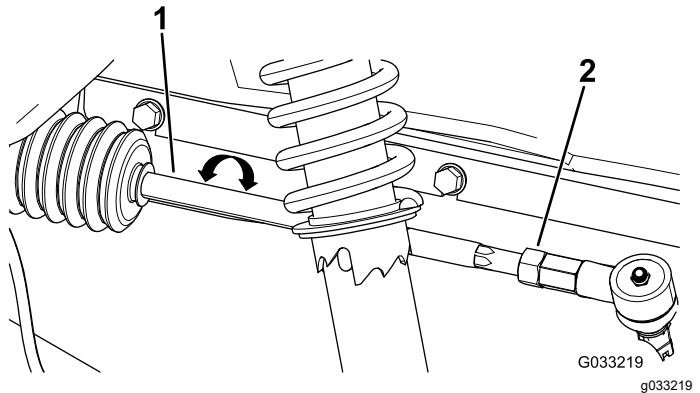

Figura 47
2. Si la distancia no es de entre 0 y 6 mm, afloje las contratuercas en el extremo exterior de las bielas (Figura 47).